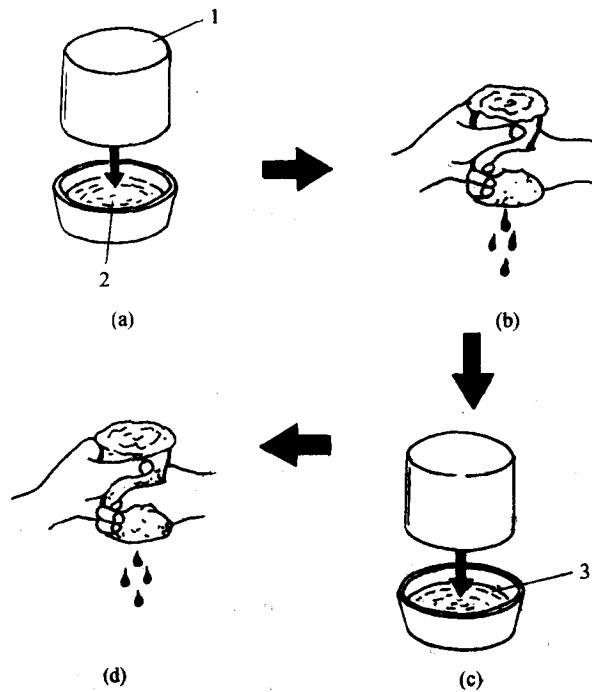

图 1-6 清洗泡沫塑料滤芯
(1) 泡沫塑料滤芯的清洗方法。首先拆下滤清器盖，取下滤芯，将滤芯浸入不燃性清洗剂或煤油中轻轻捏洗，以清除滤芯中的灰尘和异物[图 1-6(a)]。然后用手掌挤出滤芯中的清洗剂，但不能用双手拧绞滤芯，以免损坏滤芯[图 1-6(b)]。最后将洗净的滤芯滴入少量干净的机油[图 1-6(c)]，用手挤压均匀，并挤出滤芯中多余的机油，使其稍带一些机油[图 1-6(d)]。用干净抹布将滤清器壳体的内腔擦净，按拆卸相反步骤